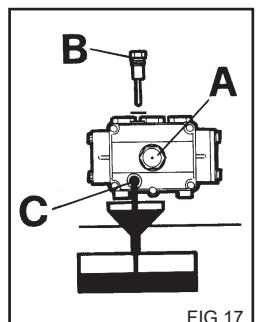

FIG.17
- 2) Atsukite kamštį su alyvos lygio matuokliu (fig. 17).